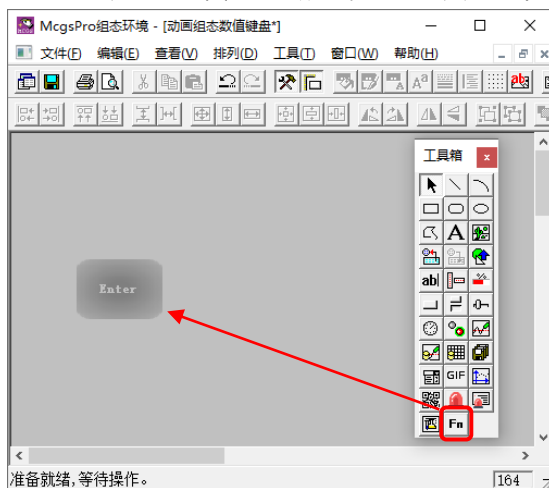

图 2.3-3 添加键盘按钮
- ② 双击进入新建的【数值键盘】窗口组态界面。如图 2.3-3 所示，从【工具箱】中添加一个【键盘按钮】构件；